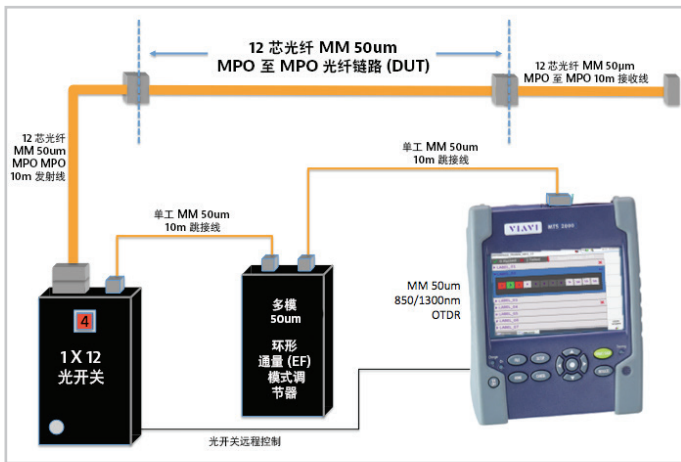

图 6. 实现更快速测试的 MPO 链路测试设置
- a. 在测试过程中，可在 OTDR（或其他测试源）和所测试光纤之间插入一台 EF 模式调节器设备。此设备在测试信号进入所测试光纤之前针对 EF 合规性调节发射信号（见本文后面的图 6）。在与外置模式调节器搭配使用时，MTS-2000 或 -4000 允许使用任何 50um 多模测试源，可提供符合新 EF 标准的测试结果。